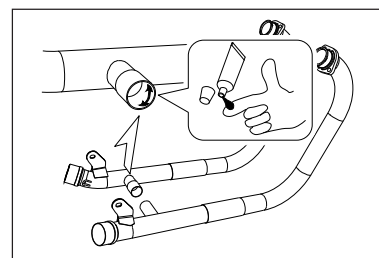

図. 4
① 各パイプ差込口の内側にあらかじめ液体ガスケット ME30(構成部品 14 番)を適量塗布しておきます(図. 4)